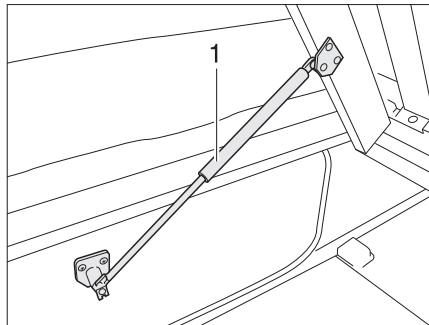

Bild 56 Fast säng
- Lyft ribbotten. Gasfjädrarna (Bild 56,1) håller kvar ribbotten i öppet läge.